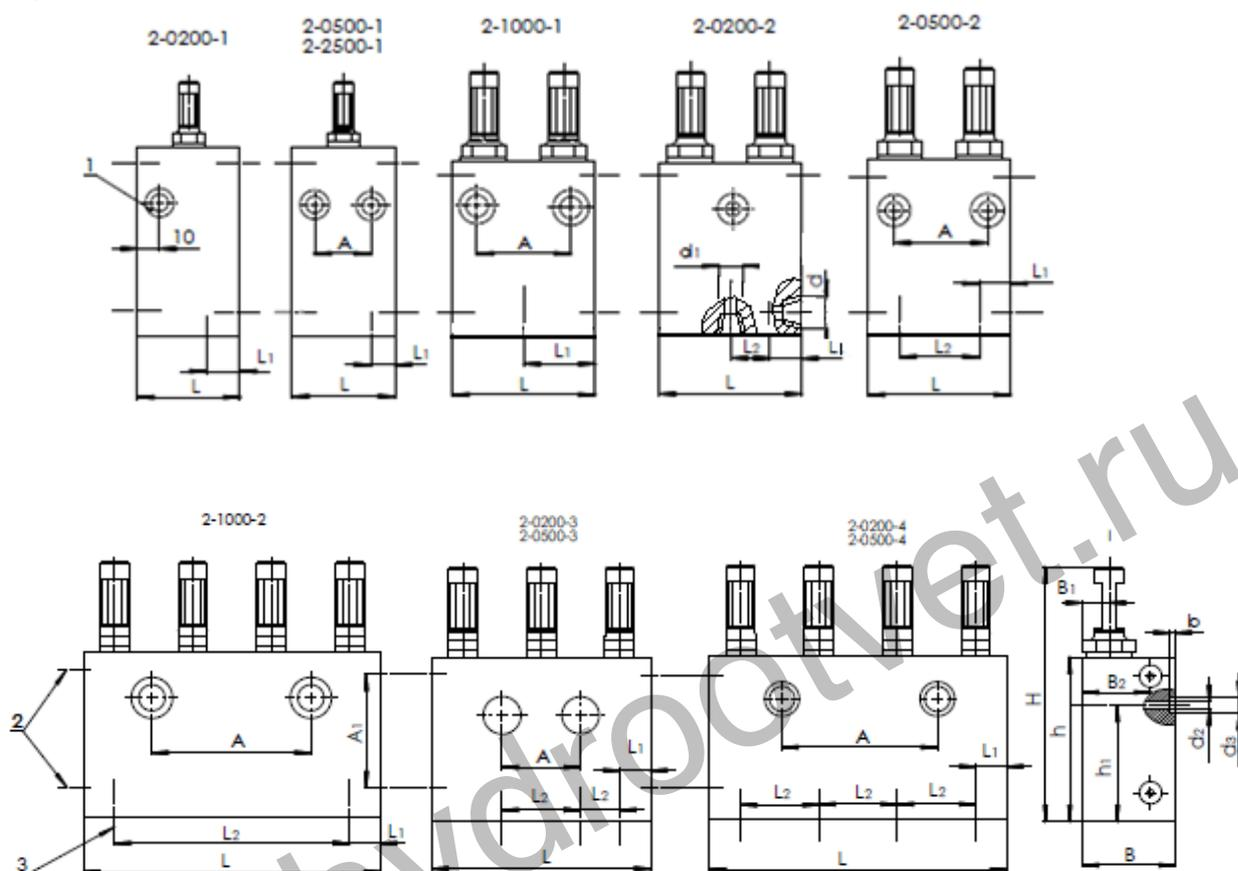

Рис. 1.
2.2. Основные параметры питателей с резьбовым исполнением указаны на рис.1 и табл.2.